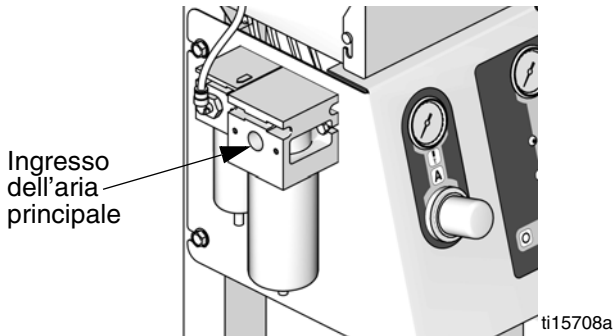

FIG. 3. Ingresso alimentazione dell'aria
2. Collegare la linea di alimentazione dell'aria all'ingresso principale dell'aria. Questo condotto dell'aria alimenta le elettrovalvole, le valvole e le pompe. Vedere FIG. 3.